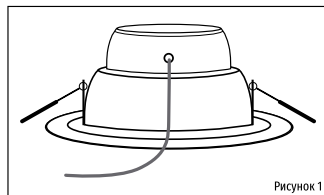

Рисунок 1
- Подключите сетевой кабель к выведенному проводу светильника, Рис. 1.